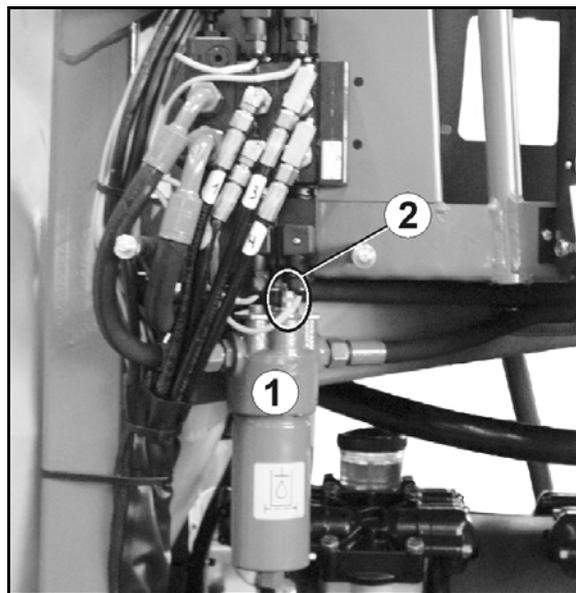

Fig. 174
1. Desenroscar la tapa del imán (Fig. 174/1) abschrauben.
2. Retirar la bobina magnética (Fig. 174/2) abnehmen.
3. Extraer la barra de válvula (Fig. 174/3) con los soportes de válvula y limpiarla con aire a presión o aceite hidráulico.